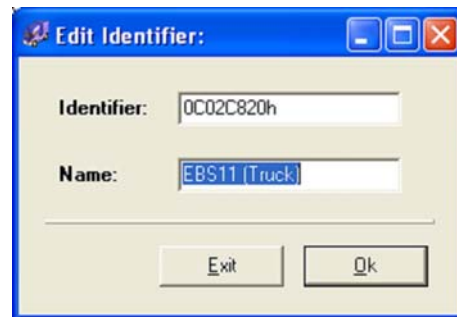

Fig. 6 Dialogue de modification d'un identifiant
- Entrez l'identifiant dans cette boîte de dialogue et un nom librement choisi (voir fig. 6).